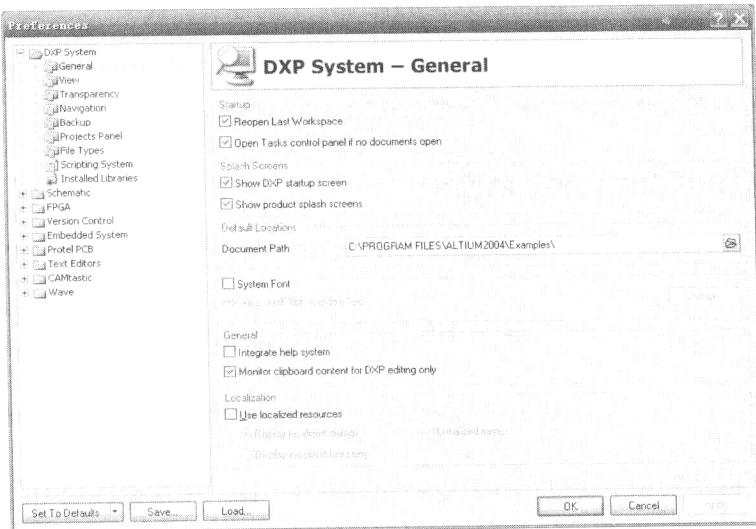
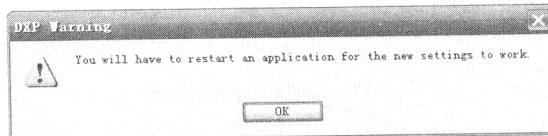

图 1-16 弹出 Preference 对话框
图 1-17 警告窗口
(3) 选择【Preference】命令后, 系统会弹出 Preference 对话框, 如图 1-16 所示。
(4) 在图 1-16 所示中, 选中 Use localized resources (使用本地资源) 复选框, 执行汉化命令, 系统会弹出警告对话框, 如图 1-17 所示。